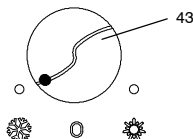

fig. 4.10
19 Posizionare il commutatore di funzione (43) come in fig. 4.10